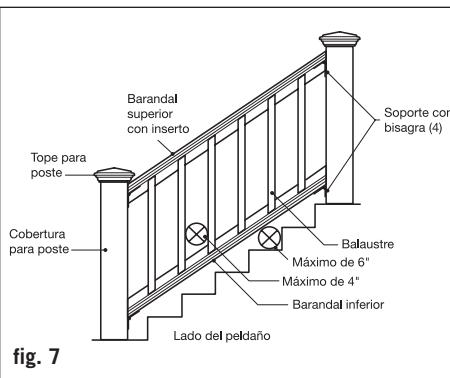

fig. 7
Étape 7 : Placez la traverse du bas entre les poteaux. Vérifiez les exigences du code de la construction pour l'espacement maximum sur un escalier, typiquement moins que 6 po. Une bille de 6 po ne peut pas passer par le triangle formé par la traverse du bas, le filet et la tige. Voir la figure 7. Marquez les emplacements des vis du manchon de poteau avec la fixation à charnière comme guide et pré-percez utilisant un foret de 1/8 po. Installez la fixation au poteau avec (4) vis de 2 po de long à une extrémité de la traverse inférieure. Alignez la traverse inférieure et répétez les marques, puis pré-percez le manchon de poteau pour l'autre extrémité. Installez au poteau avec (4) vis de 2 po de long.